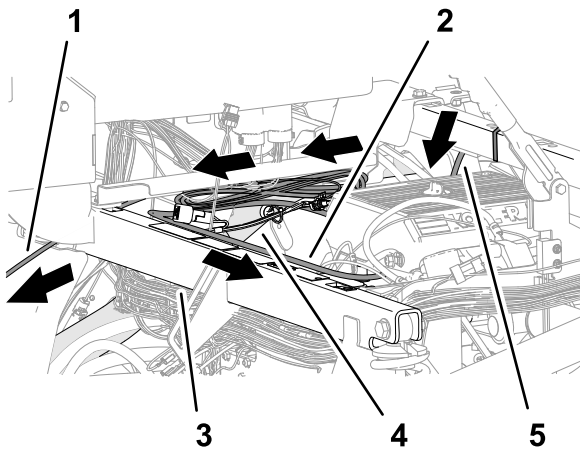

図 205
5. データハーネスとバッテリーハーネスを、座席サポートのクロス部材を横切って配線し、データハーネスの 390cm の枝線をクロス部材にケーブルタイ 2 本で固定する 図 203 と 図 205。
6. バッテリーハーネスの 220cm の枝線を、右上フレームチューブに沿って配設する 図 205。
7. バッテリーハーネスの 220cm の枝線を、ソケットサポートチューブを横切ってバッテリーに向けて配設する 図 205。
8. データ用ハーネスの 220cm の枝線 26ソケットのついている枝線を、コントローラコンソールの下を通して配設し、ダッシュパネルに向かって前方へ導く 図 205。